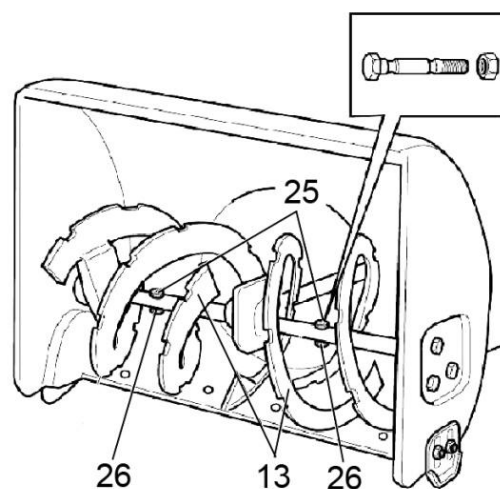

Рис. 7
- Лопасти шнека (13) снегоуборщика крепятся к валу редуктора с помощью специальных срезных болтов (25) с контргайками (26) (См. Рис.7) или шпильками.